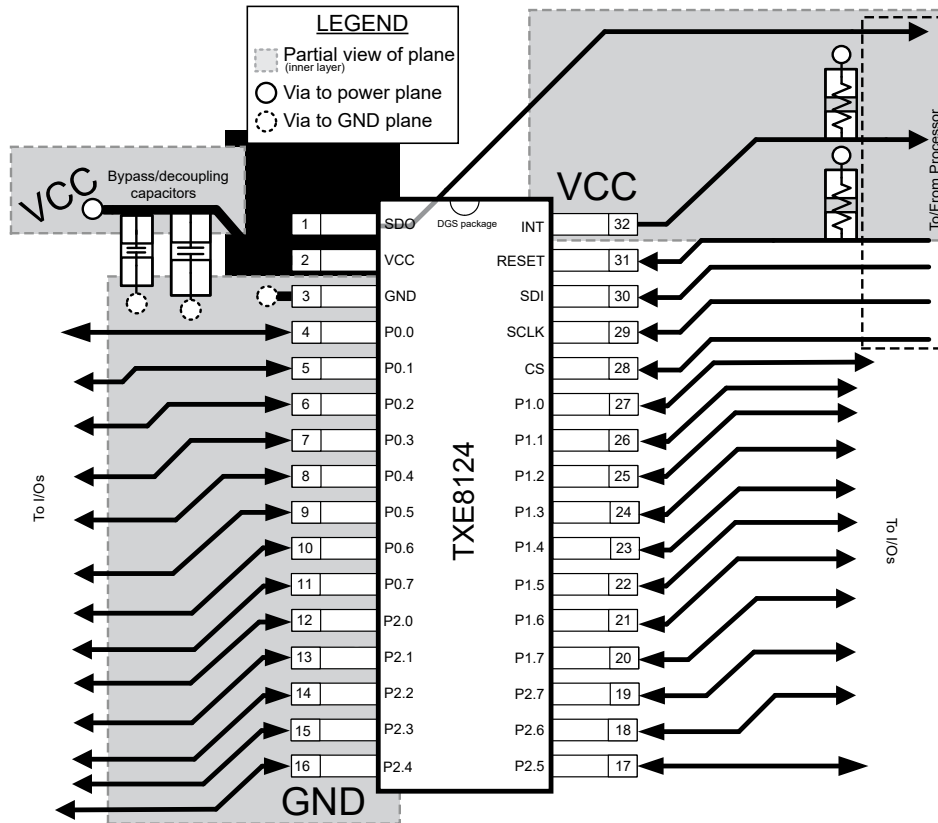

图 8-7. TXE8124 布局
在所有 PCB 布局中, 最佳实践是避免信号布线呈直角, 在离开集成电路 (IC) 附近时让信号布线呈扇形彼此散开, 并使用较粗的布线来承载通常会经过电源和接地布线的更大的电流。旁路电容器和去耦电容器通常用于控制电源引脚上的电压, 使用较大的电容器可在发生短暂电源干扰时提供额外电能, 使用较小的电容器则能滤除高频纹波。这些电容器应尽可能靠近 TXE8116/TXE8124。图 8-7 中显示了这些最佳实践。
对于图 8-7 中提供的布局示例, 可以将顶层用于信号布线, 将底层用作电源和接地 (GND) 的分割平面, 从而制造只有 2 层的 PCB。但是, 对于信号布线密度更大的电路板, 最好使用 4 层电路板。在 4 层 PCB 上, 通常在顶层和底层上进行信号布线, 将一个内部层专门用作接地平面, 并将另一个内部层专门用作电源平面。在使用平面或分割平面作为电源和接地平面的电路板布局布线中, 通孔直接放置在需要连接到电源或 GND 的表面贴装元件焊盘旁边, 并且通孔以电气方式连接到内部层或电路板的另一侧。如果需要将信号走线排布到电路板的另一侧, 也要使用通孔, 但图 8-7 未演示该技术。